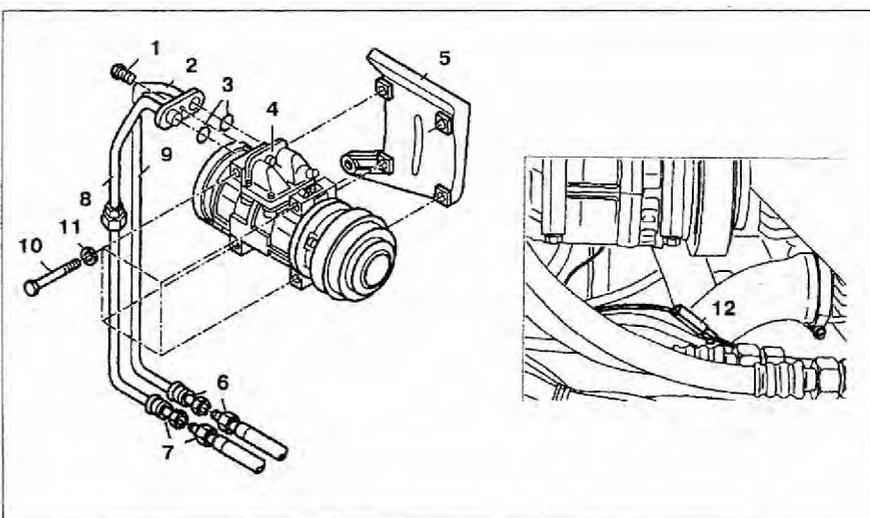

Рис. 8.16. Компрессор кондиционера:
3. Отсоедините разъем **12** муфты компрессора кондиционера (рис. 8.16).